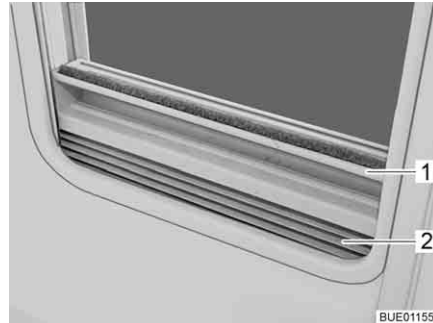

Fig. 65 Tendina oscurante pieghevole
- Afferrare la tendina oscurante pieghevole (Fig. 65,2) per la parte centrale della barra di presa (Fig. 65,1), tirarla dal basso verso all'alto e rilasciarla nella posizione desiderata. La tendina oscurante pieghevole rimane in questa posizione.